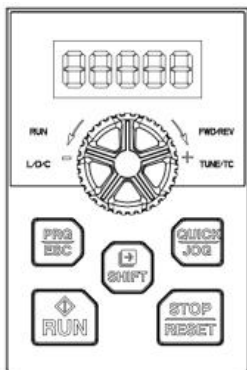

图3-1. 操作面板示意图 (标准配置LED键盘，
- 2) 安装空间遵照图3-1所示，保证变频器的散热空间。但布置时请考虑柜内其它器件的散热情况。